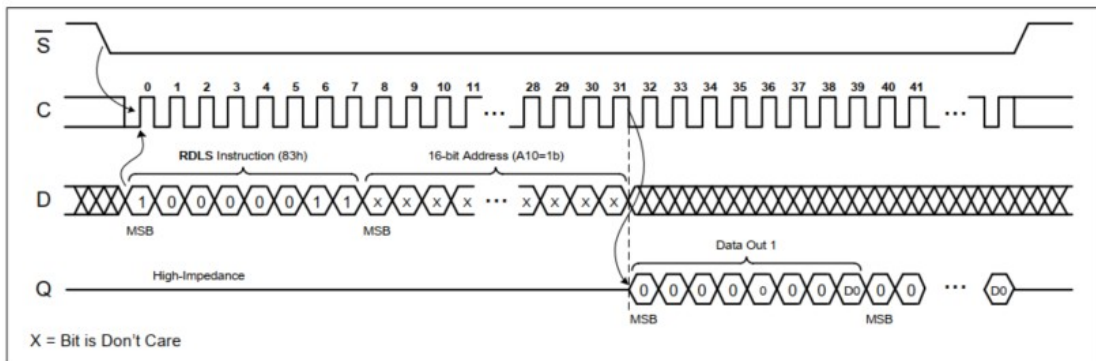

图 4-11 读取锁定状态
读取锁定状态 (RDLS) 指令用于检查标识页是否在只读模式下锁定。RDLS 指令定义为先驱动低电平的芯片选择。然后, 指令字节 (83h) 和地址字节的位在串行数据输入 (D) 上移入。地址位 A10 必须为“1”, 所有其他地址位都不重要。锁定状态位是串行数据输出 (Q) 上读取的字节的 LSB (最低有效位)。当锁处于活动状态时为逻辑“1”, 当锁处于非活动状态时为逻辑“0”。所有其他位始终读取为“0” (见图 4-11)。如果芯片选择继续处于低位, 则相同的数据字节将移出。